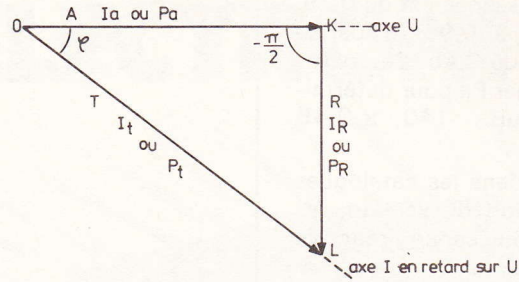

Fig. 6
- L'angle de déphasage φ est déterminé par la composition géométrique de la figure 6. On obtient le vecteur OL qui représente soit :